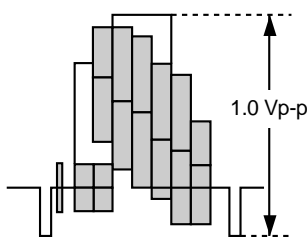

Figure 5-4.
4. S'assurer que l'amplitude du signal E-E soit de 1,0 V crête-à-crête, comme il est montré sur la Figure 5-4.